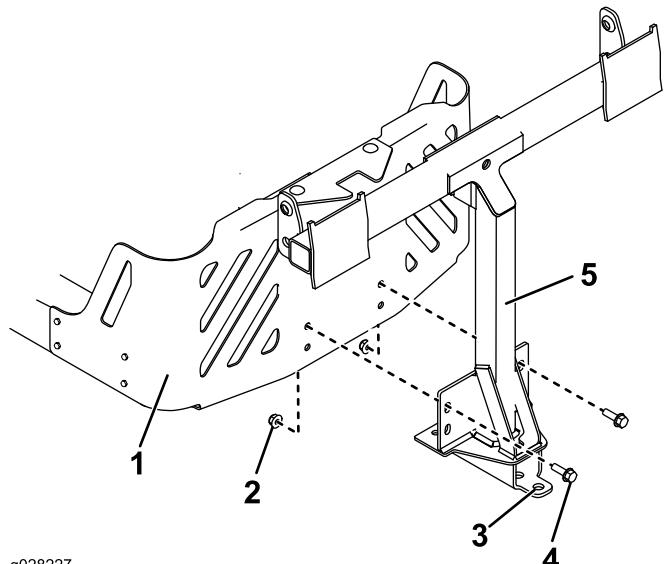

Figura 11
2. Instale el bastidor de pivot en el bastidor de la máquina según se muestra en Figura 11. Sujete el bastidor de